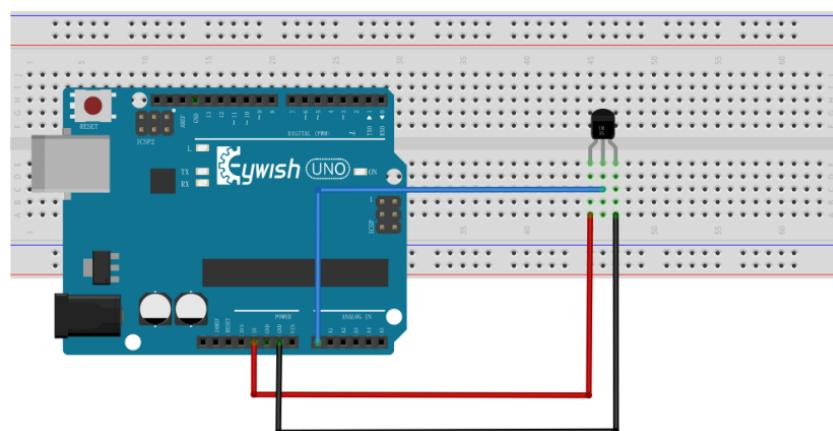

图 18.2: 实验接线图
- (1) 按照如图18.2所示的方式完成接线；
- (2) 打开 Arduino IDE，输入程序；
- (3) 检查无误后上传程序；
- (4) 打开串口监视器，查看输出信息。